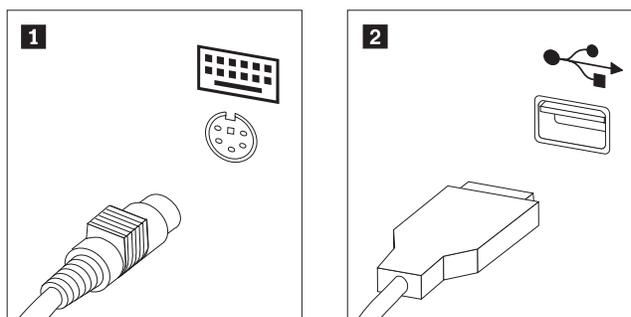

Figure 43. Ports clavier, standard et USB
3. Repérez le port clavier. Voir figure 43.